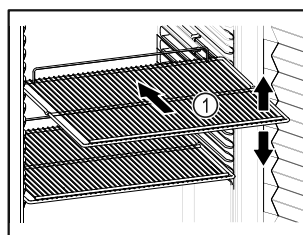

Fig. 20 Példaként szolgáló ábrázolás
- Ha a tárolófelületek Fig. 20 (1) áthelyezhetők, akkor igazítsa be őket a kívánt magasságnak megfelelően.